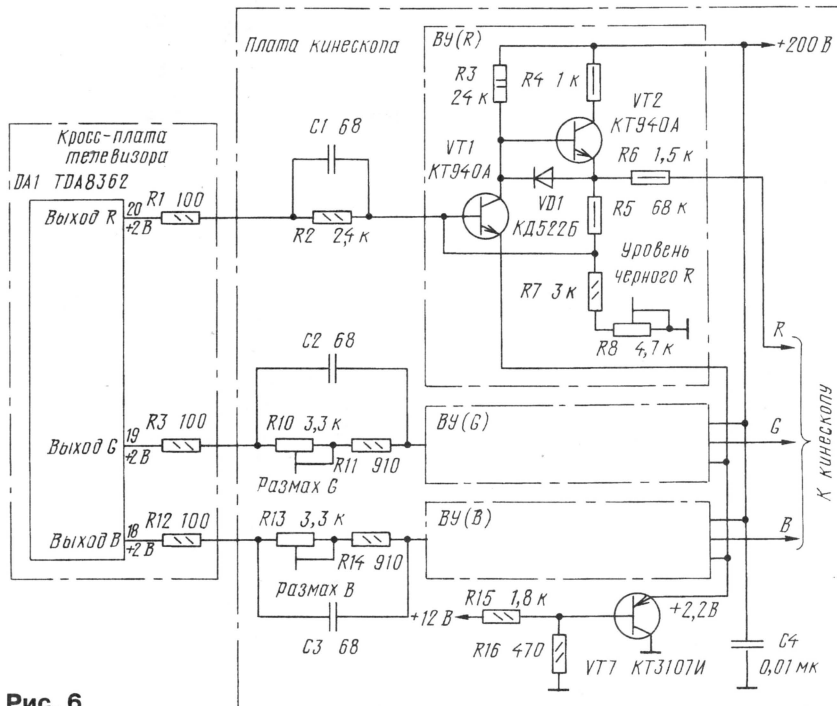
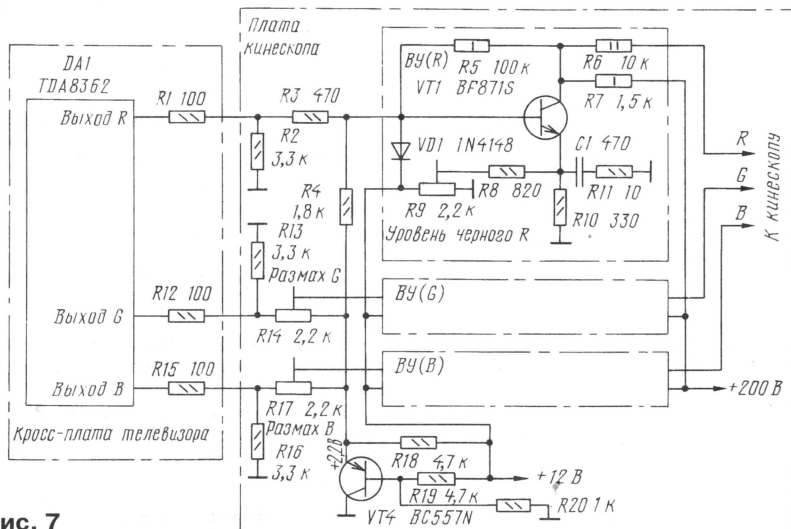

Рис. 6
Рис. 7
По более простой принципиальной схеме, изображенной на рис. 6, построены ВУ телевизора ЭЛЕКТРОН—ТК570 [6]. Они собраны также по схеме с активной нагрузкой, но в отличие от ВУ по схеме на рис. 5, сигнал ООС подается не на ВП, а на базу транзистора VT1 ВУ. Изменены также включение резисторов регулировки размаха и подача фиксированного напряжения на эмиттеры транзисторов. В качестве ИОН использован транзисторный узел вместо стабилитрона, имеющего большое дифференциальное сопротивление, вызывающее изменение напряжения стабилизации при изменении тока нагрузки. Через делитель R15R16 протекает ток, на порядок больший тока базы транзистора VT7, поэтому напряжения на его базе и эмиттере практически не изменяются при колебаниях тока через ВУ. Построение ИОН различных ВУ практически идентично и отличается лишь значением выходного напряжения и номиналами резисторов делителя.
На рис. 7 показана принципиальная схема ВУ телевизора TVT2594 [7]. Важнейшим отличием от ВУ по схеме на рис. 5 и 6 можно считать использование усилителя с резисторной нагрузкой, собранного на высоковольтном широкополосном транзисторе BF871S. Его характеристики такие же, как и у упомянутого
уже транзистора 2SC2271D и рассматриваемых далее BF869, 2BC4714RL2, 2SC3063RL, 2SC3271N. Кроме того, если в ВУ по схеме на рис. 6 питание с ИОН подано на эмиттер транзистора ВУ, а цепь регулировки уровня черного была подключена к его базе, то в ВУ по рис. 7 они поменялись местами. Резистор R5 создает цепь ООС. Цель C1R11 обеспечивает ВЧ коррекцию АЧХ, диод VD1 защищает транзистор от попадания на его базу напряжения, превышающего 12 В. Уровень черного регулируют в каждом ВУ, размах сигналов — только в ВУ(G) и ВУ(B).